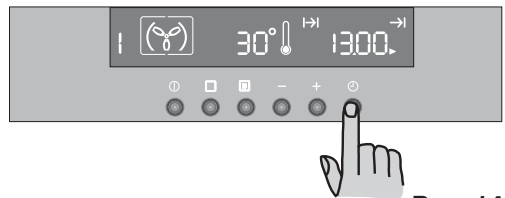

Рис. 14
- 2) Нажимайте кнопку ⌚ до тех пор, пока функция “окончание приготовления” → не будет выбрана и не замигает соответствующий символ. На дисплее высветится время окончания приготовления (то есть, текущее время + продолжительность приготовления - Рис. 14).